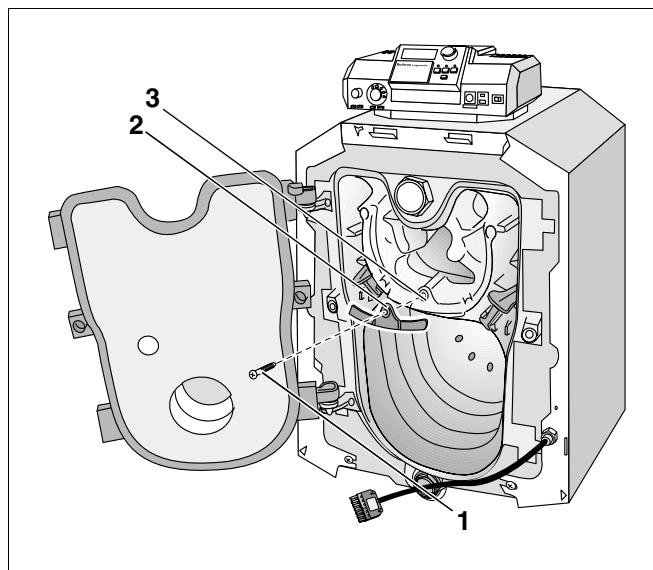

Fig. 37 Indepartati placa de inchidere
- Indepartati (fig. 37, **poz. 1**) surubul din mijlocul placii (fig. 37, **poz. 2**) de blocare.
- Indepartarea (fig. 37, **poz. 2**) placii de blocare de la elementul din fata (fig. 37, **poz. 3**) al cazanului de incalzire.